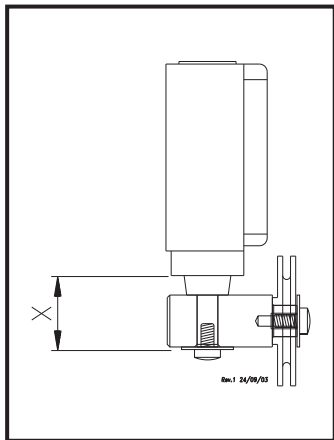

Fig.45 - Abb.45
7 - Pull the cable out for a length of 32 mm (Fig.45), then secure it with the second clamp.
7 - Tirer le câble jusqu'à ce que la distance (X) indiquée à la fig. 45 soit égale à 32 mm avec une tolérance maximale de +/- 1 mm, puis assurer le câble à l'aide du deuxième serre-câble.
7) Am Kabel ziehen, bis der auf Abb. 45 dargestellte Abstand 32 mm beträgt (Toleranz max. +/-1 mm); das Kabel dann mit der zweiten Klemme befestigen.